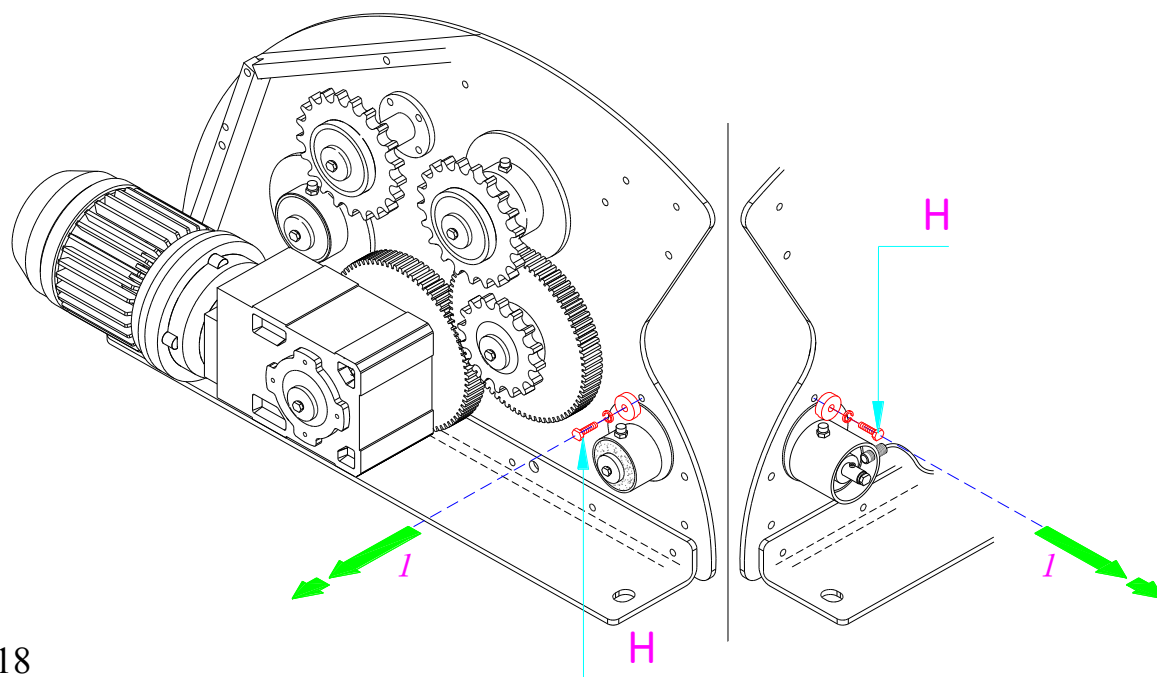

fig. 18
- 1) Svitare i bulloni **H** che sorreggono i supporti **G** **Fig. 18**.